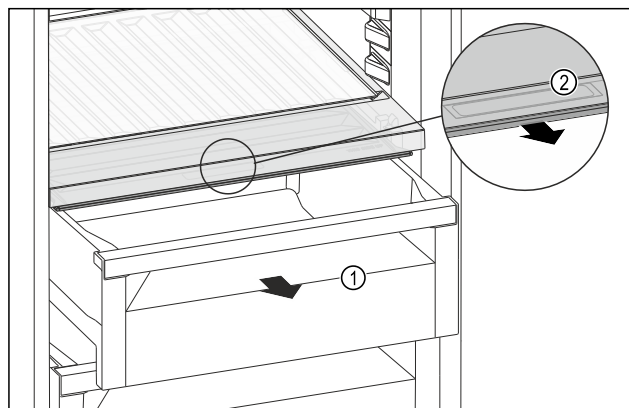

Fig. 107
- ▶ Wyciągnąć szufladę Fig. 107 (1).
- ▶ Chwycić uchwyt wpuszczany Fig. 107 (2) na pokrywie komory i pociągnąć pokrywę jednocześnie do przodu.